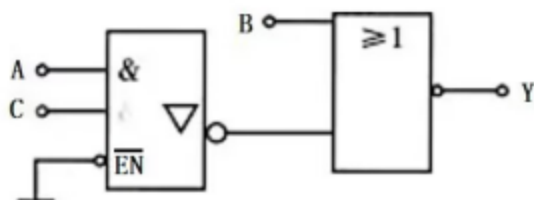

图 2
2. TTL 型门电路构成的逻辑电路如图 2 所示, 则其输出函数的表达式为